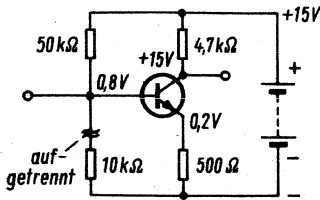

Bild 18. Spannungen an den Elektroden bei unterbrochener Kollektor-Basis-Strecke
3. Am Kollektor wird der Spannungswert der Batterie gemessen und am Emitter eine Spannung festgestellt, die durch den Basisstrom verursacht wird (Bild 18).